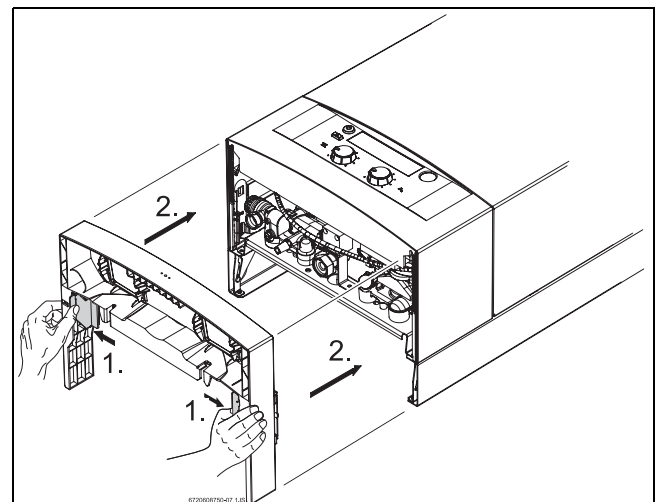

Fig. 15 Amplasarea sertarului
- ▶ Pozitionați sertarul ca în Fig. 15.